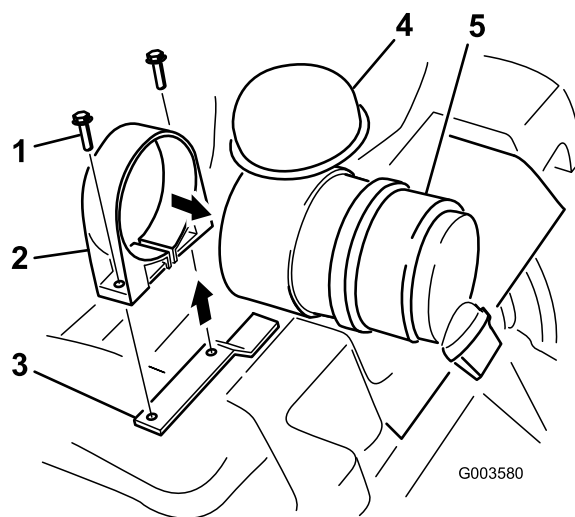

Figura 4
6. Abra a correia do filtro de ar e empurre-o para a extremidade do recipiente de onde o filtro foi retirado (Figura 4).